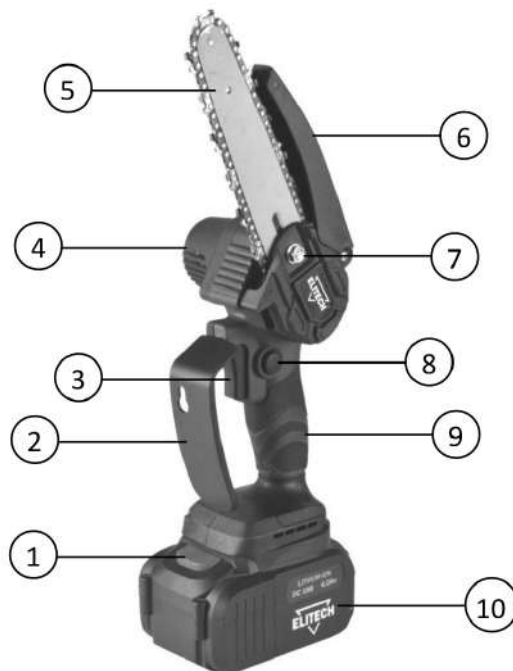

Рис. 1
Ослабьте гайку фиксации шины 7 (Рис. 1). Для натяжения цепи вращайте винт натяжителя цепи по часовой стрелке, для ослабления – против часовой стрелки.
- Извлеките аккумулятор 10 (Рис. 1) из инструмента, нажав на кнопку разблокировки аккумулятора и потянув аккумулятор из инструмента.
Для включения пилы нажмите на курок 3 (Рис. 1).